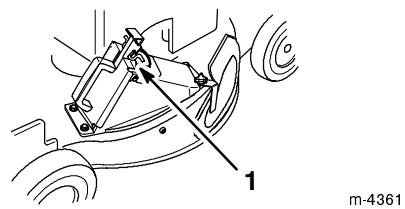

Figure 90
6. Relâchez le verrou du volet pour qu'il vienne s'accrocher sur les languettes de l'obturateur (Fig. 90).